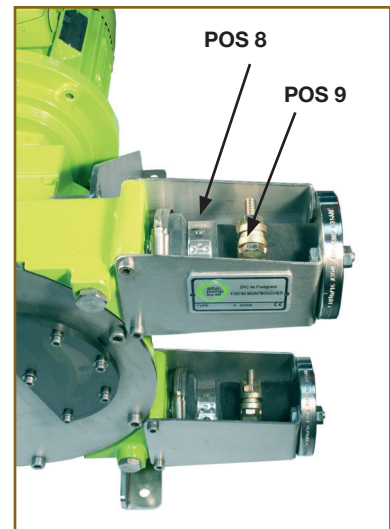
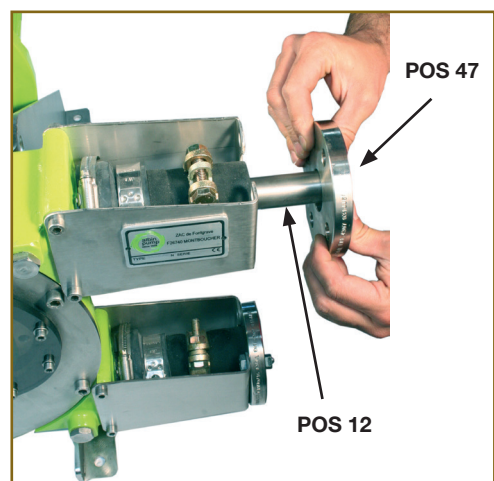

ABBILDUNG 1
ABBILDUNG 2
- Lösen Sie die saugseitigen Schellen REF8 und 9 (Abbildung 1). Ziehen Sie den Einsatz REF12 heraus und entfernen Sie den Flansch REF47 (Abbildung 2).